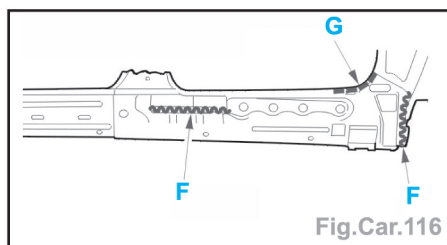

Fig.Car.116
- Appliquer une colle de calage structurale (suivant F) (Fig.Car.116).